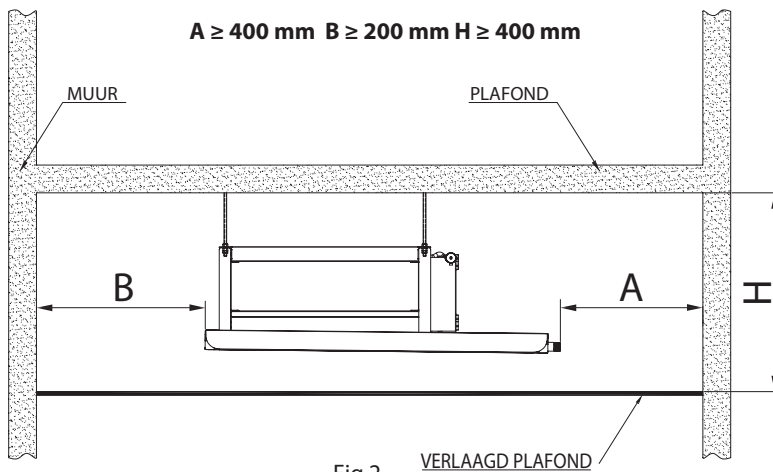

Fig 2
2. Selecteer een plaats die geschikt is voor installatie en onderhoud. Houd rekening met de afmetingen van de unit en het verbodingsdiagram. (Fig. 2: de afmetingen rondom de unit tonen de vereiste minimum ruimte).